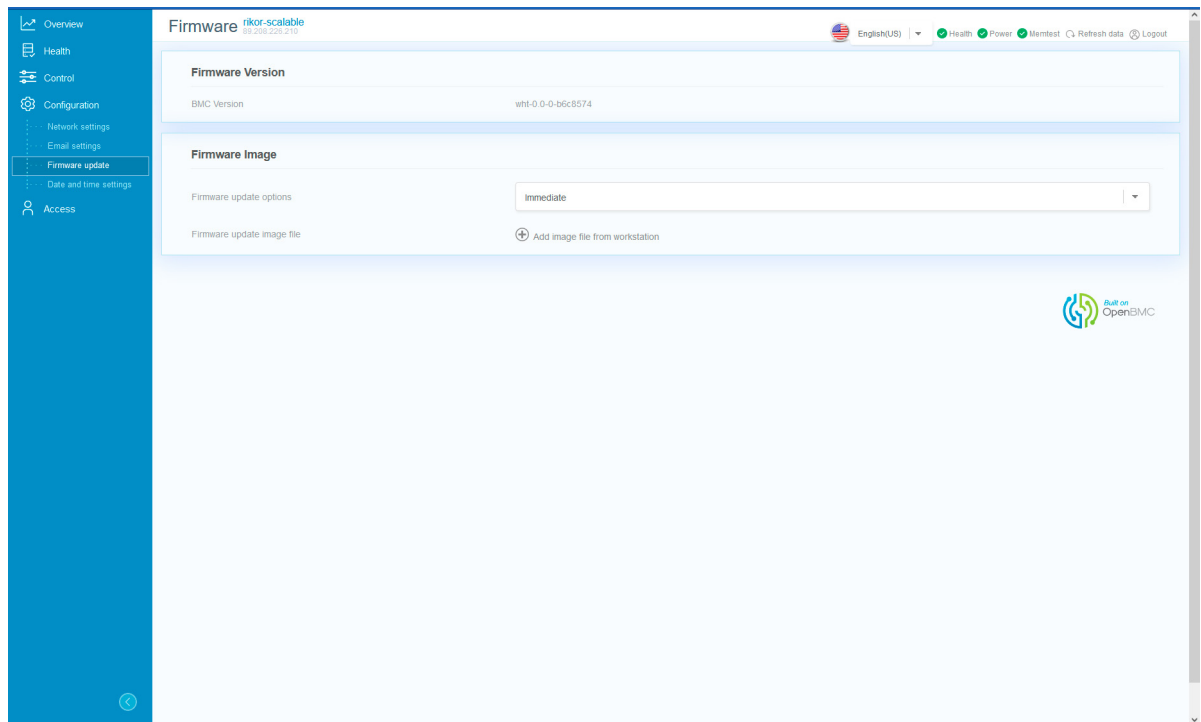

Рис. 74. Меню Firmware update
- 2) Пройдите во вкладку «Configuration» → «Firmware update». Окно показано на рис. 74 Меню Firmware update